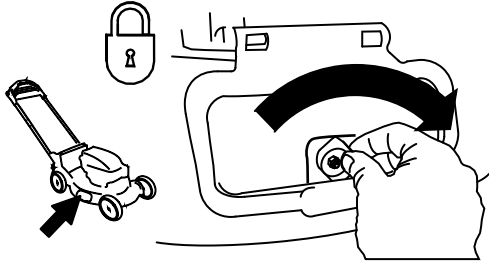

Figure 34
**Important:** Verrouillez le déflecteur d'éjection latérale après l'avoir fermé (Figure 34).